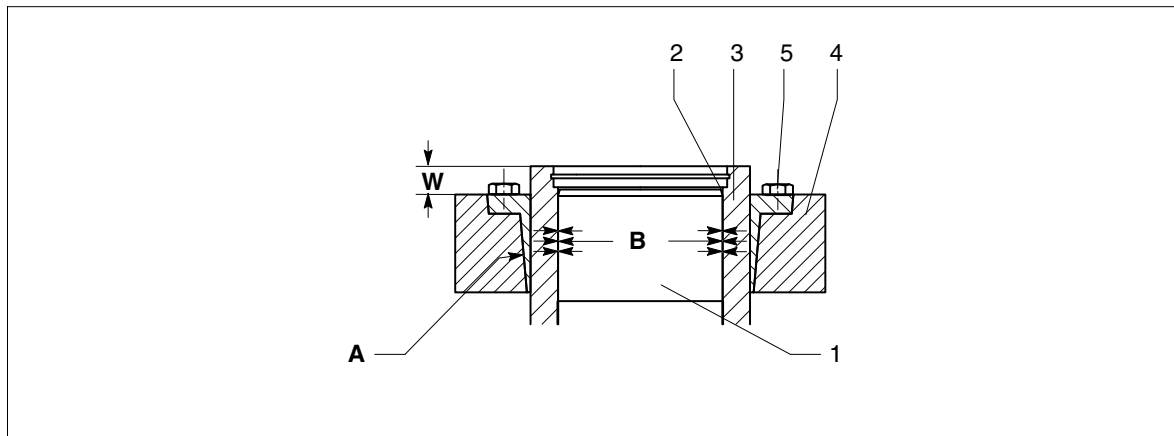

Figura 62: Montagem do disco de retracção
- As superfícies cónicas dos anéis interior e exterior (3 e 4, ver figura 62) têm de ser limpas de massa lubrificante e/ou óleo.
- Aplicar uma camada fina e uniforme de lubrificante sobre as superfícies cónicas dos anéis interior e exterior (3 e 4, ver figura 62).
- Aplicar lubrificante nos parafusos de aperto (5, ver figura 62) da superfície de apoio e da rosca.